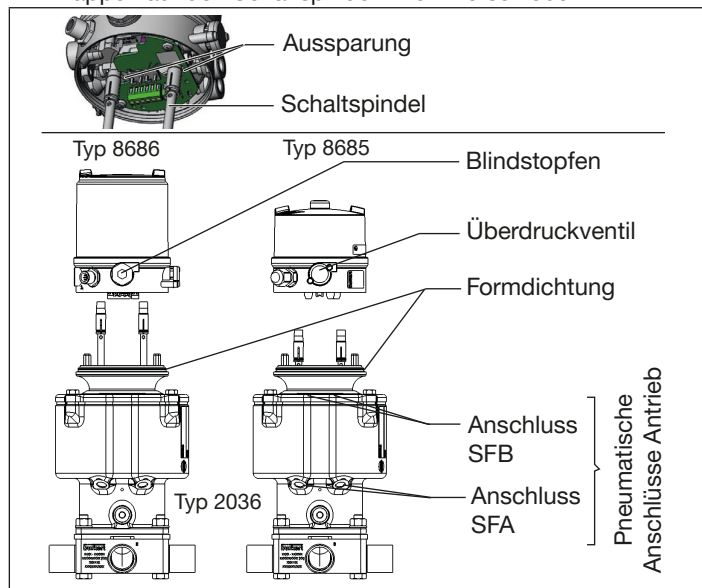

Fig. 10: Montage Rückmeldekopf/Steuerkopf
Diese Bedienungsanleitung beschreibt die Montage von Rückmeldekopf Typ 8685 und Steuerkopf Typ 8686 an ein Ventil des Typs 2036 mit einem Antrieb. Die Angaben gelten auch für Ventile Typ 2036 mit 2 Antrieben oder Ventilknoten Typ 2034 bei Verwendung von Robolux-Komponenten. Hier gelten die Angaben ebenso, wenn sich Antrieb, Adaptionssset und Rückmeldekopf/Steuerkopf in der in „Fig. 10“ gezeigten Position befinden.
- ▶ Bei Antrieben mit Steuerfunktion B (SFB) muss vor dem Aufsetzen des Rückmeldekopfs / Steuerkopfs auf das Adaptionsgehäuse die untere Endstellung angefahren werden. Dazu ist der jeweilige Steuerluftanschluss des Antriebs („Fig. 10“) mit Druck zu beaufschlagen.
- ▶ Auf die richtige Position des Rückmeldekopfs / Steuerkopfs zum Antrieb achten: Blindstopfen oder Überdruckventil müssen auf der Seite der pneumatischen Anschlüsse des Antriebs liegen (siehe „Fig. 10“).